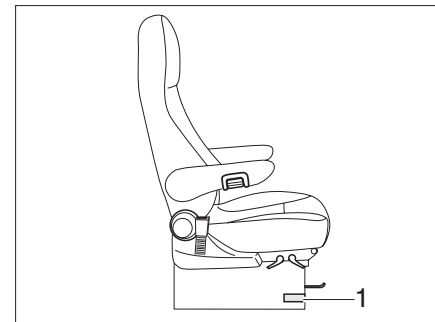

Bild 38 Fahrer- und Beifahrersitz
- ▶ Den Hebel zum Drehen des Sitzes (Bild 38,1) drücken oder ziehen. Der Sitz wird aus der Arretierung gelöst.